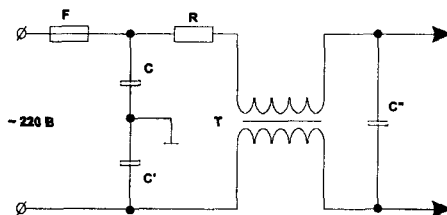
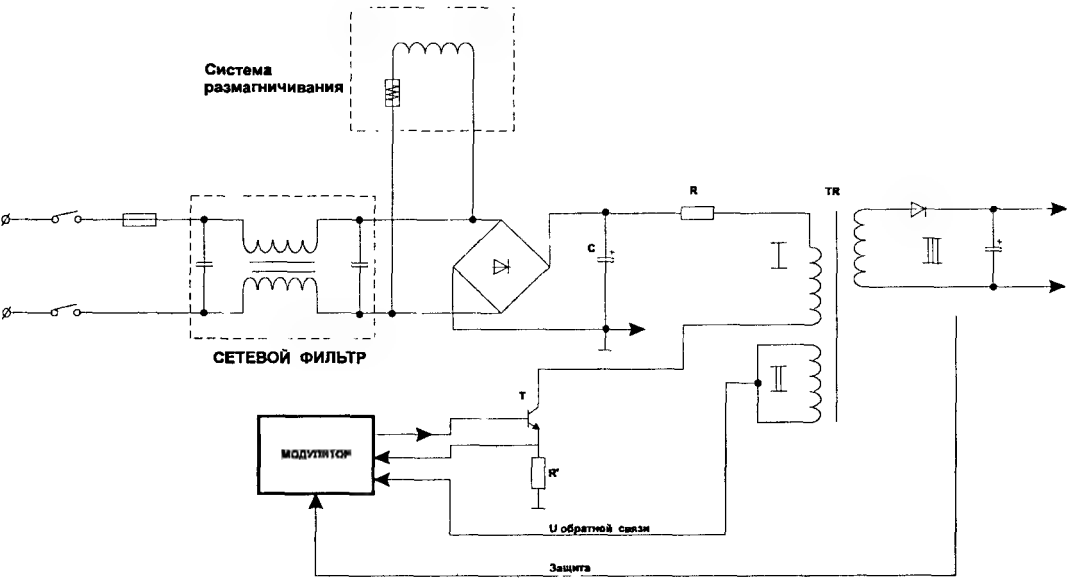

Рис. 13
Рис. 14
- ⇒ сетевой фильтр на короткое замыкание (см. рис. 13);
В случае, когда неисправен узел автоматического переключения питания, выйти из строя могут: сетевой предохранитель, токоограничительный резистор R (см. рис. 13), выпрямитель, фильтрующие электролитические конденсаторы, а также элементы ШИМ-модулятора. Это достаточно серьезная неисправность. А причина всего этого - или контроллер переключателя напряжения сети, или мощный транзистор (тиристор).
Сначала проверьте, есть ли на сетевом электролитическом конденсаторе C постоянное напряжение около 300В (смотри рис. 14). Если нет - следует искать разрыв в сетевом фильтре, а также проверить резистор R (рис. 13).
В случае наличия +300В на конденсаторе C , отключите питание, разрядите C и проверьте цепь от диодного моста через первичную обмотку импульсного трансформатора до коллектора (или стока - в случае использования полевого транзистора) ключевого транзистора T (рис. 14)
- ☐ проверить элементы системы защиты (как цепей слежения за выходными напряжениями, так и различных цепей защиты), смотри рис. 14:
- ☐ проверьте обмотки обратной связи трансформатора TR (II - смотри рис. 14);